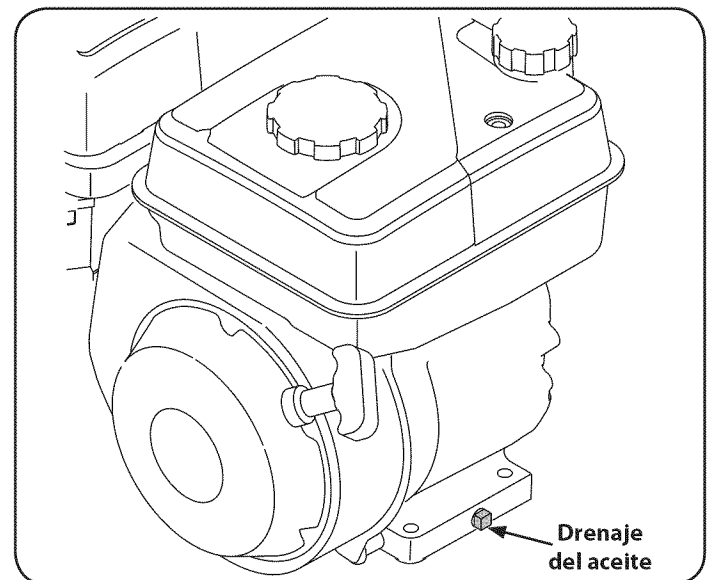

Figura 25
3. Extraiga la tapa de extremo de drenaje de aceite que se encuentra en la base del motor, y drene el aceite en un recipiente adecuado. Vea la Figura 25.